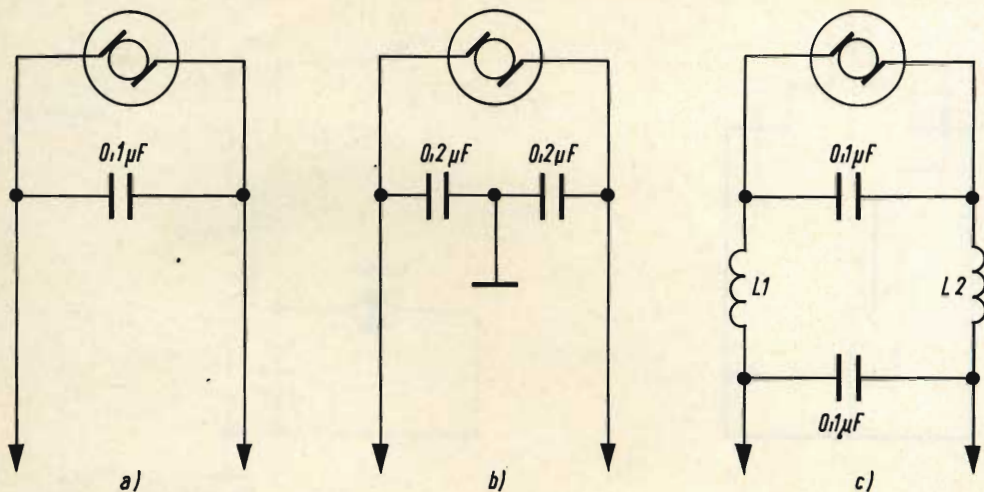

Fig. 3 - Vari sistemi di circuiti antiparassiti. La bobina L e le bobine L₁ e L₂ sono formate da 60 spire di filo da 4/10 su un supporto di 6 mm di diametro.
- Il condensatore (a) fig. 3
- I due condensatori (b) fig. 3
- I due condensatori e le bobine d'arresto RF (c) fig. 3.